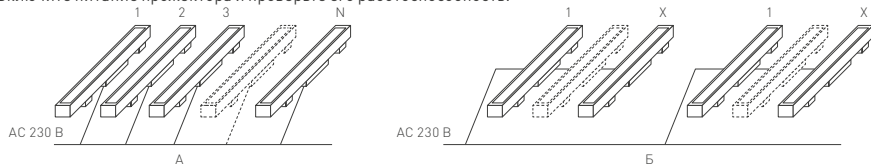

Рис. 2. Схемы подключения прожекторов [А — параллельное, Б — последовательно-параллельное].
3.3. Присоедините провода питания прожектора к обесточенной сети AC 230 В. Соблюдайте порядок подключения проводов: желто-зеленый — PE, «заземление», коричневый — L, «фаза»; синий — N, «ноль». Допустимые схемы подключения показаны на рис. 2.